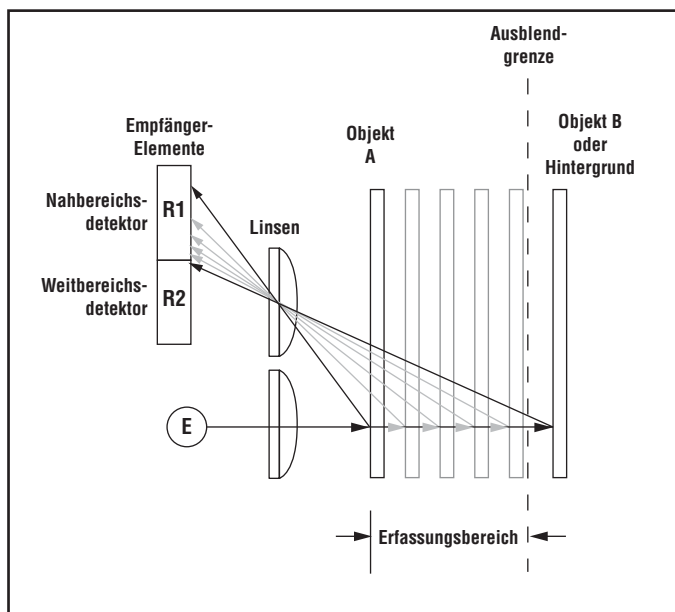

Abb. 2. Funktionsprinzip der einstellbaren Hintergrundausbldung
Während des Betriebs vergleicht der Q60AF die Reflexionen des von ihm ausgesendeten Lichtstrahls (E), die von einem Objekt zu den zwei unterschiedlich ausgerichteten Detektoren R1 und R2 des Sensors zurückgeworfen werden (siehe Abb. 2). Wenn das auf den Nahbereichsdetektor (R1) auftreffende Lichtsignal stärker ist als das auf den Weitbereichsdetektor (R2) auftreffende Lichtsignal (siehe Objekt A, vor der Ausblendgrenze), spricht der Sensor auf das Objekt an. Wenn das auf den Weitbereichsdetektor (R2) auftreffende Lichtsignal stärker ist als das auf den Nahbereichsdetektor (R1) auftreffende Lichtsignal (siehe Objekt B, hinter der Ausblendgrenze), ignoriert der Sensor dieses Objekt.